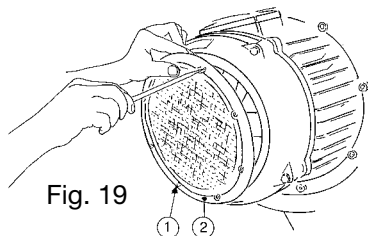
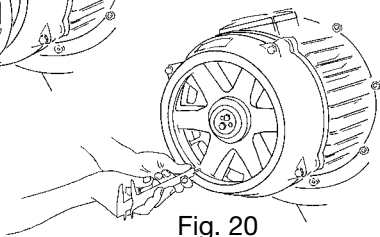
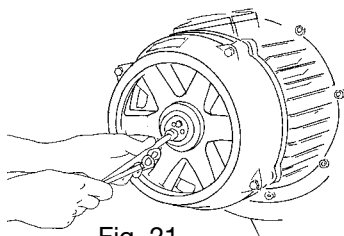
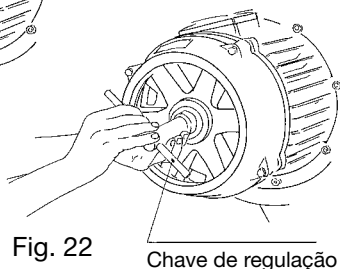

Fig. 19
Fig. 20
Fig. 21
Fig. 22
Essa operação deve ser efetuada com a talha parada e sem carga aplicada. Desparafusar os parafusos pos. 1 e remover a grade pos. 2, (Fig. 19); efetuar a medição em um ponto qualquer entre a ventoinha do travão (Fig. 20) e uma superfície do sino com travão bloqueado. Efetuada essa medição, mover a ventoinha axialmente para dentro do motor com o auxílio de uma alavanca e efetuar outra medição, anotando a diferença (Fig. 20). Se a diferença for maior que os valores nominais (0,8/1,2 mm), proceder do seguinte modo:
- desparafusar os parafusos (Fig. 21), então girar o anel de ajuste no sentido horário, recuperando o deslocamento axial superior ao valor nominal, considerando que um giro completo do anel equivale a 2 mm (Fig. 22). Efetuada a operação de recuperação, repetir a medição com o travão aberto (Fig. 20) verificando se o deslocamento axial resulta no valor nominal, recolocar os parafusos e a grade nas suas posições (Fig. 19).